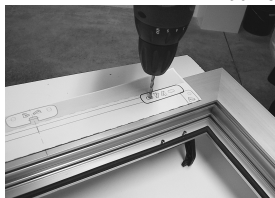

Abb. 10
- d) Das Fenster an den Punkten durchbohren, die auf der Schablone angegeben sind (Abb. 10).